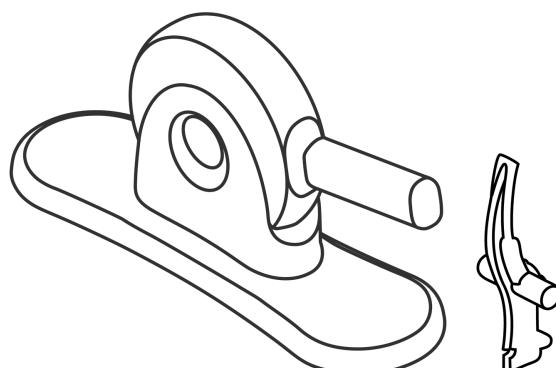

Figura 5: Dispozitiv de pliere și opritor de pliere din 2 piese Edwards
- **Dispozitiv de pliere și opritor de pliere Edwards (figura 5)**